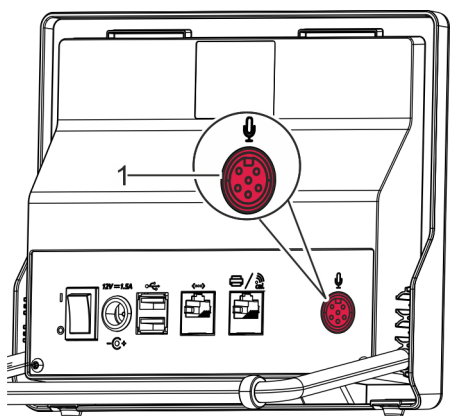

Fig. 39: Retirar el cable del micrófono
2. ➔ Sacar el cable del micrófono de la conexión del micrófono (Fig. 39/1).